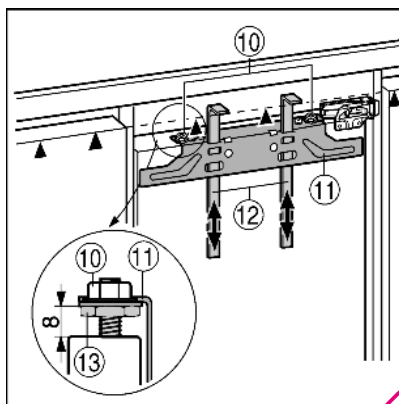

Fig. 14
- ▶ Pousser les gabarits de montage Fig. 14 (12) vers le haut à hauteur de porte du placard. Bord inférieur de butée ▲ du gabarit de montage = bord supérieur de la porte du placard à monter.
- ▶ Dévisser la traverse de fixation Fig. 14 (11) au moyen des contre-écrous Fig. 14 (10).